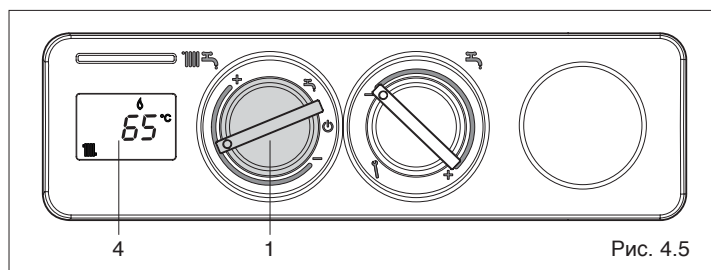
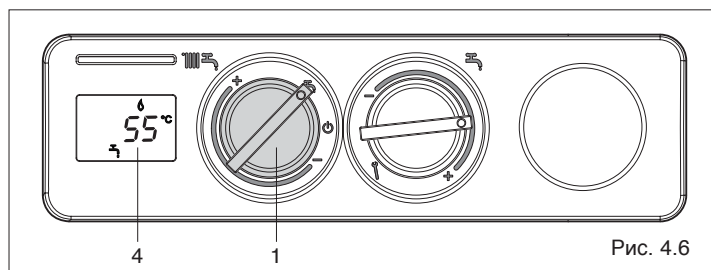

Рис. 4.5
Рис. 4.6
- Режим «Зима»: установите переключатель функций (1, Рис. 4.5) внутри зоны, обозначенной знаками + и -, если вы хотите, чтобы котёл работал на отопление и на ГВС. Приоритет будет у функции ГВС. При запросе на нагрев воды в бойлере на дисплее (4, Рис. 4.5) отобразится температура воды в бойлере, значок работы в режиме ГВС и значок пламени. При запросе тепла для контура отопления котёл включится, на дисплее (4, Рис. 4.6) отобразится температура воды в контуре отопления, значок работы в
- Режим «Лето»: при повороте переключателя на символ (1, Рис. 4.6) включится летний режим работы котла (только ГВС). Котёл будет находиться в режиме ожидания до тех пор, пока не поступит запрос на нагрев воды в бойлере, тогда горелка разожжётся, а на дисплее (4, Рис. 4.6) отобразится температура воды ГВС, значок работы в режиме ГВС и значок пламени. Котёл будет работать до тех пор, пока не будет достигнута заданная температура. После этого он снова перейдёт в режим ожидания "stand-by".